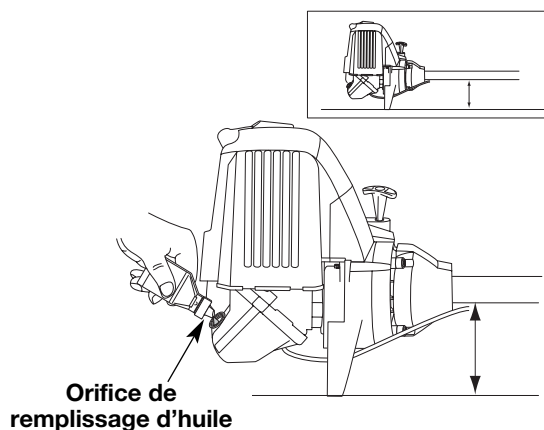

Fig. 18
2. Placez l'appareil sur une surface horizontale plane (Fig. 18).
4. Versez tout le contenu de la bouteille d'huile dans le carter-moteur (Fig. 18).